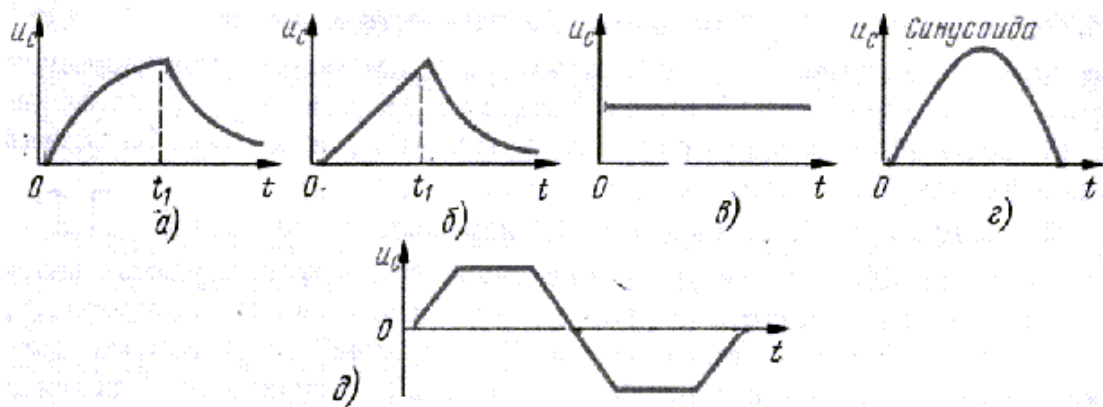

Рис.6.4
5. Нарисуйте кривую тока в конденсаторе, если напряжение имеет форму, показанную на рис.6.4.а.
6. Нарисуйте кривую тока в конденсаторе, если напряжение имеет форму, показанную на рис.6.4.б.
7. Нарисуйте кривую тока в конденсаторе, если напряжение имеет форму, показанную на рис.6.4.в.
8. Нарисуйте кривую тока в конденсаторе, если напряжение имеет форму, показанную на рис.6.4.г.
9. Нарисуйте кривую тока в конденсаторе, если напряжение имеет форму, показанную на рис.6.4.д.
12. Нарисуйте кривую напряжения на индуктивности, если ток имеет форму, показанную на рис.6.4.а.
13. Нарисуйте кривую напряжения на индуктивности, если ток имеет форму, показанную на рис.6.4.б.
14. Нарисуйте кривую напряжения на индуктивности, если ток имеет форму, показанную на рис.6.4.в.
15. Нарисуйте кривую напряжения на индуктивности, если ток имеет форму, показанную на рис.6.4.г.
16. Нарисуйте кривую напряжения на индуктивности, если ток имеет форму, показанную на рис.6.4.д.
18. Постройте кривые  $i(t)$  и  $u(t)/i(t)$  в R-цепи, если напряжение имеет формы, показанные на рис.6.4 а и б.
19. Постройте кривые  $i(t)$  и  $u(t)/i(t)$  в R-цепи, если напряжение имеет формы, показанные на рис.6.4 в, г и д.